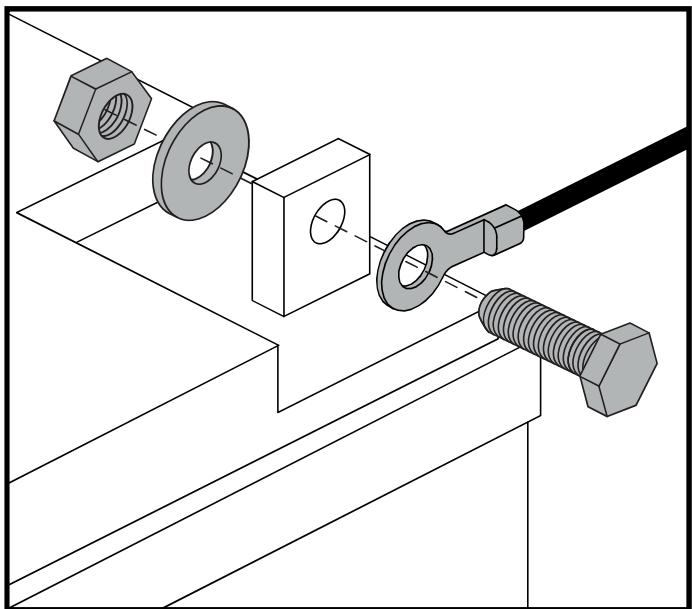

Abb. 15. Befestigungselemente für den Batterieanschluss - Konfiguration 1
4. Trennen Sie die Batterienkabel von den Batterieanschlüssen, indem Sie die Anschlusskappe zurückziehen und die Mutter abschrauben. **Siehe Abb. 15 und 16.**